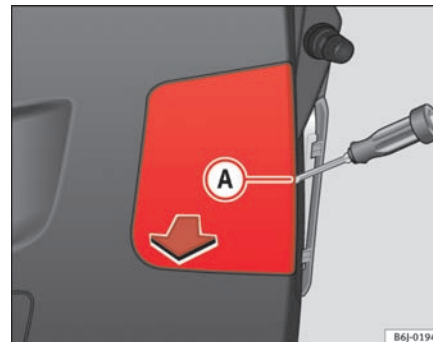

Fig. 152 Lygter i bagklappen
- Tag afdækningen af ved hjælp af en skruetrækker med flad klinge. Skub den ind i udskæringen **(A)** ⇒ side 218, fig. 152. ■